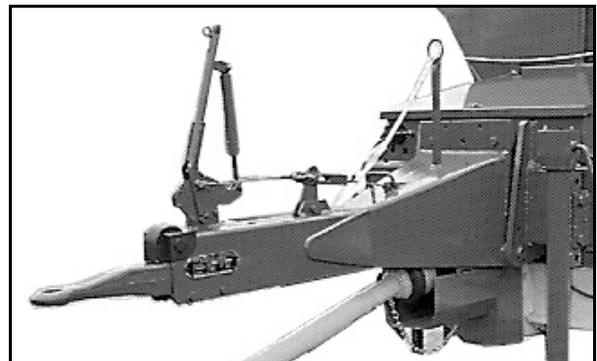

Рис. 35
- тяговым дышлом (Рис. 35) с инерционным тормозом и автоматикой обратного хода,